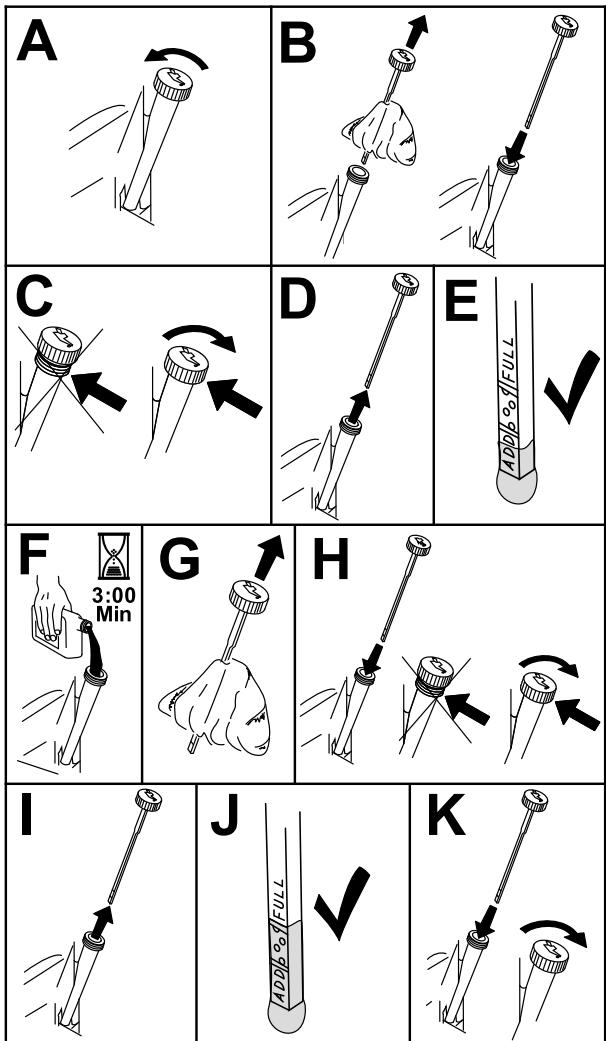

Bild 49
- Reinigen Sie den Bereich um den Ölfüllstutzendeckel bzw. den Peilstab vor dem Abnehmen, damit kein Schmutz oder Schnittgut usw. in den Motor gelangt (Bild 49).